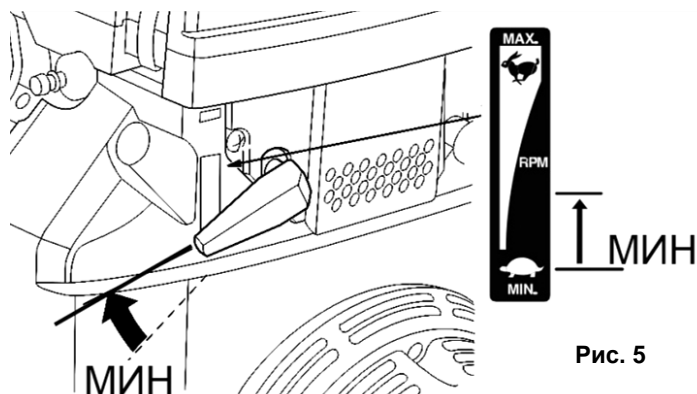

Рис. 5
- Поставьте рычаг дросселя в среднее положение количества оборотов двигателя (См. Рис.5).